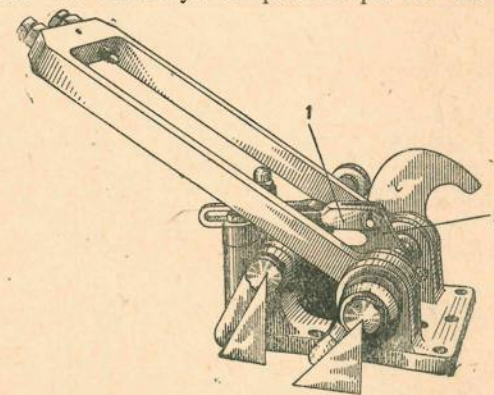

Рис. 138. Установка рычагов кронштейна
1. Расшплинтовать и вынуть из отверстия валик и отнять тягу с проушиной 1 (рис. 138) от рычага 2.
10. На противоположный конец валика надеть рычаг, предварительно поставить в канавку валика два полукольца и установить его по шаблону под углом 45° к горизонту (рис. 138).